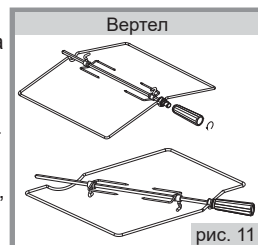

рис. 11
- В зависимости от комфортности плиты могут комплектоваться вертелом различной конструкции со съемной рукояткой (рис.11). При установке и извлечении использовать рукоятку, которая накручивается на резьбовую втулку.